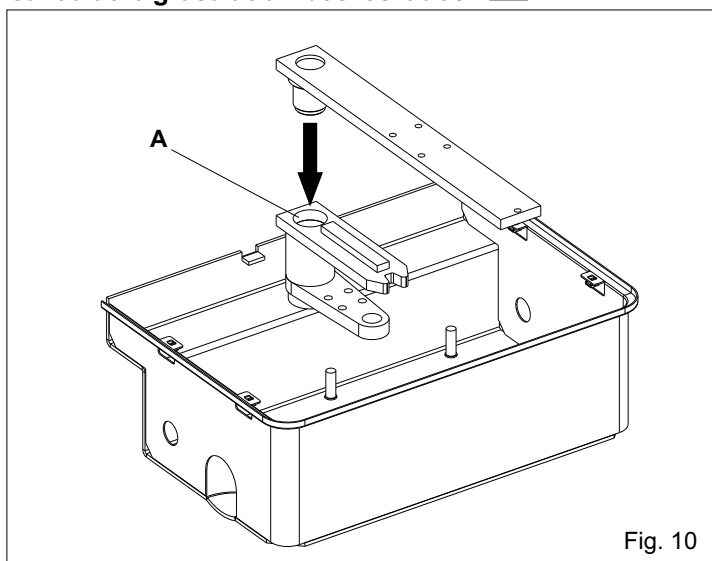

Fig. 10
2.6. Engrasar abundantemente el hueco A e insertar el conjunto hoja (Fig. 10)